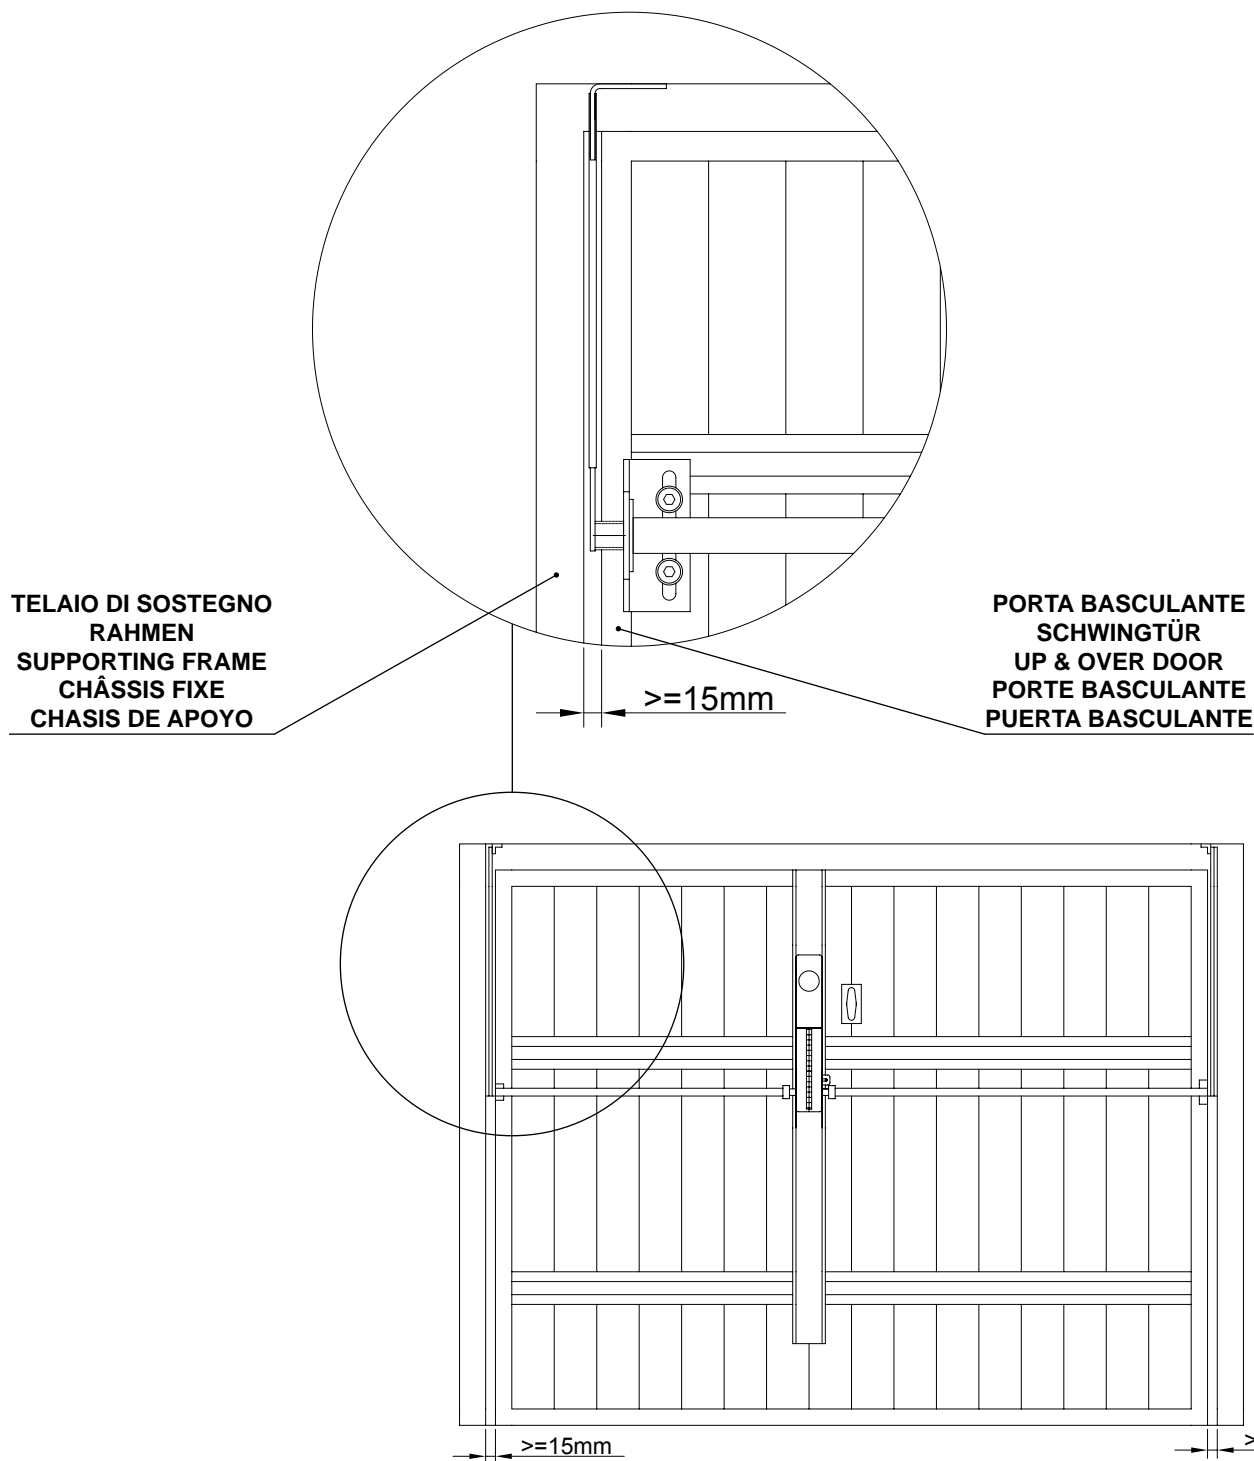

fig. 2
3_ **INSTALLAZIONE A MOTORE CENTRALE (fig. 2) \ INSTALLATION MIT ZENTRALEM MOTOR (Abb. 2) \ INSTALLATION WITH A CENTRALIZED MOTOR (fig. 2) \ INSTALLATION AVEC MOTEUR CENTRAL (fig. 2) \ INSTALACIÓN CON MOTOR CENTRAL**
** I bracci telescopici curvi sono utilizzati nel caso in cui la distanza tra la porta basculante ed il suo telaio di sostegno è inferiore ai 15 mm (fig. 2).
** Die gebogenen Teleskoparme werden benutzt, wenn der Abstand zwischen Schwingtür und ihrem Rahmen kleiner als 15 mm ist (Abb. 2).
** Les bras télescopiques courbes sont utilisés quand la distance entre la porte basculante et son châssis de soutien est inférieure à 15 mm (fig. 2).
** The curved telescopic arms are used when the distance between the overhead door and its frame is less than 15 mm (fig. 2).